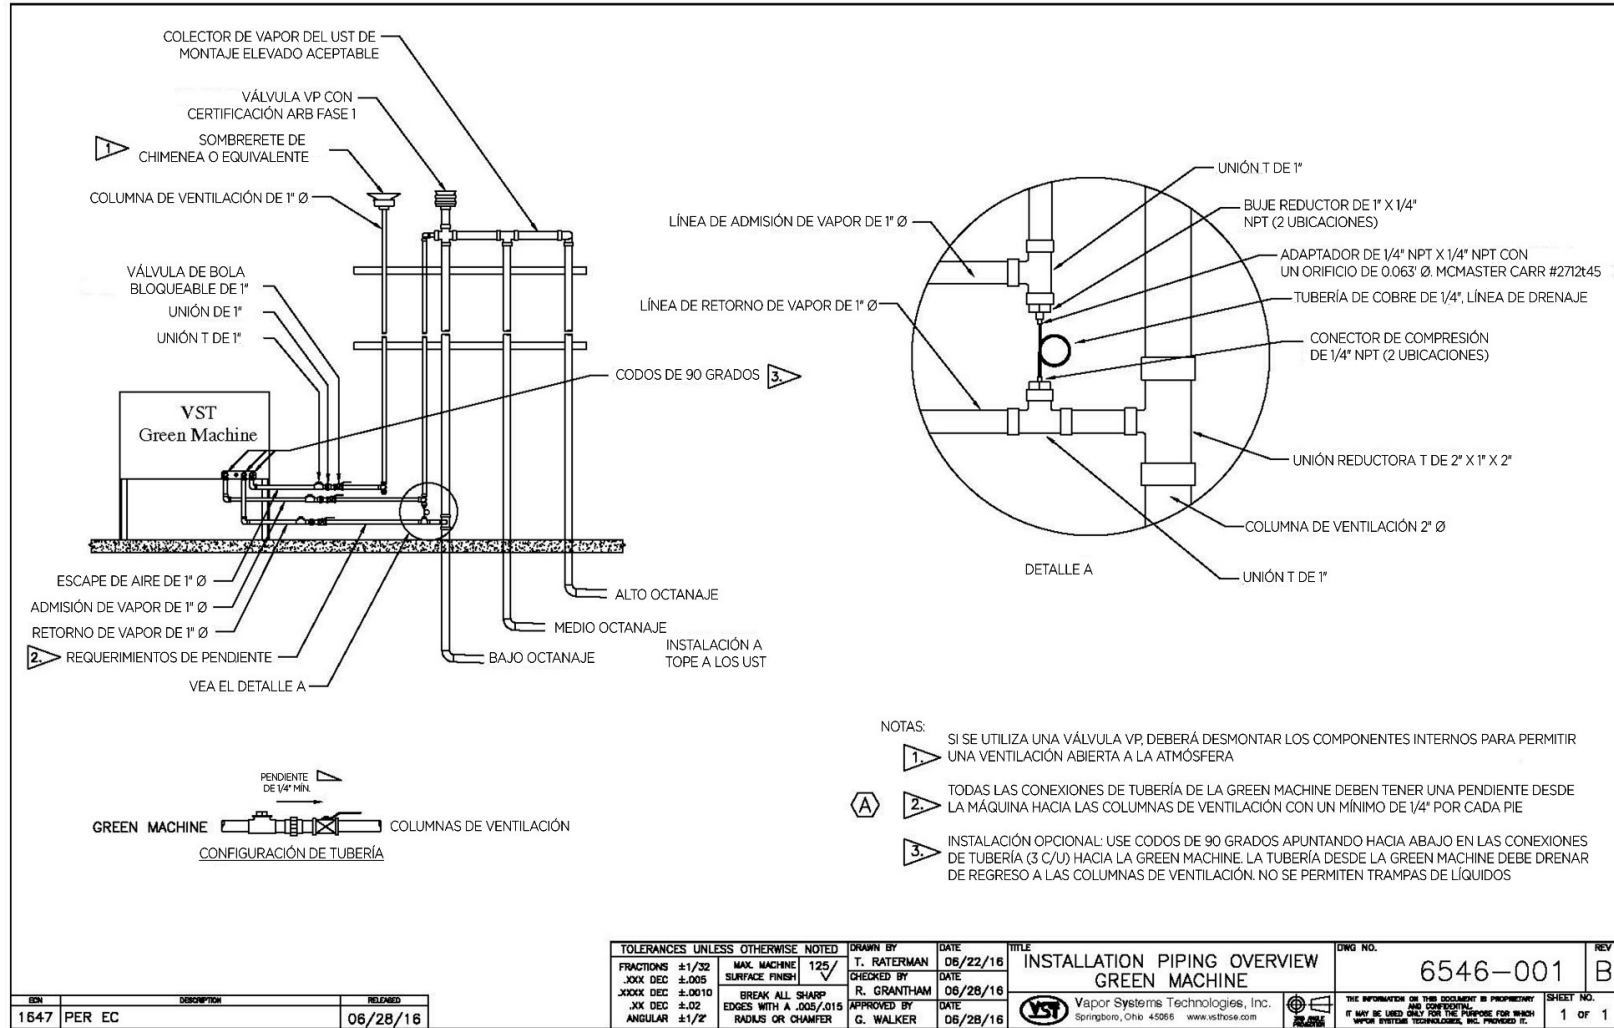

Figura 2-1: Descripción de las tuberías de vapor
- La línea de drenaje de ¼" de diámetro con el adaptador provisto debe instalarse según la **Figura 2-1**.
- Instale una tubería de entrada de vapor de 1" y una tubería de retorno de vapor de 1" como se muestra en la **Figura 2-1** desde las conexiones de entrada de vapor y retorno de vapor en la GREEN MACHINE a una columna de ventilación existente.
**Vea la figura 2-1.**
- La tubería de 1" debe inclinarse hacia afuera de la GREEN MACHINE un mínimo de ¼" por pie. **Vea la Figura 2-1.**
- Desde la columna de ventilación, instale le válvula de bola de bloqueo de 1", luego la unión de 1" y luego la conexión en T de 1" como se muestra en la **Figura 2-1.**
- La línea de drenaje de ¼" de diámetro con el adaptador provisto debe instalarse según la **Figura 2-1.**